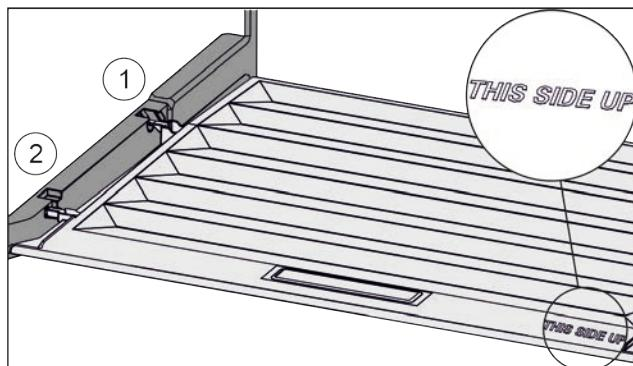

Fig. 46
- Вставить поперечные ребра крышки через отверстие заднего держателя Fig. 46 (1) и защелкнуть спереди в держателе Fig. 46 (2).